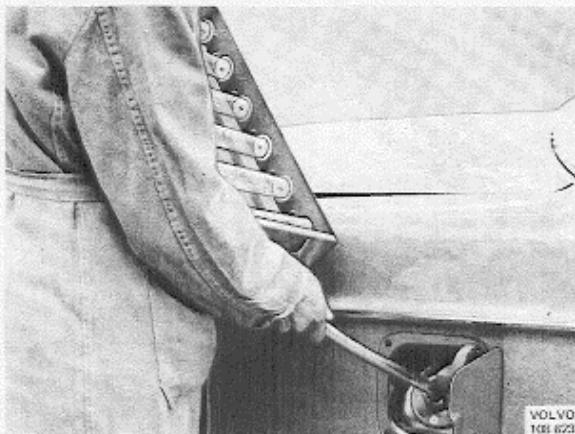

Abb. 1-24 Ausleeren der Meßgläser in den Kraftstoffeinfüllstutzen
34. Meßgerät abhängen, Prüfbenzin in den Kraftstoffbehälter zurückschütten, siehe Abb. 1-24.